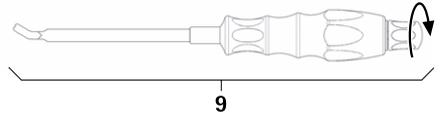

Fig. 14
- ▶ Montare lo strumento inseritore per barre **9**, vedere Fig. 14.